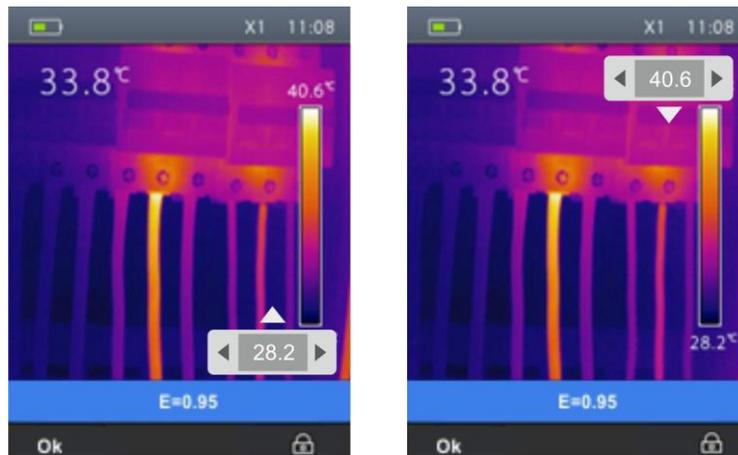

Fig. 28: Impostazione modo di regolazione temperatura dell'immagine
2. Premere e tenere premuto per 2 secondi il tasto . La seguente videata (vedere Fig. 28 – Parte sinistra) è mostrata a display
3. Premere il tasto per passare al livello superiore della tavolozza colori (vedere Fig. 28 – Parte destra)